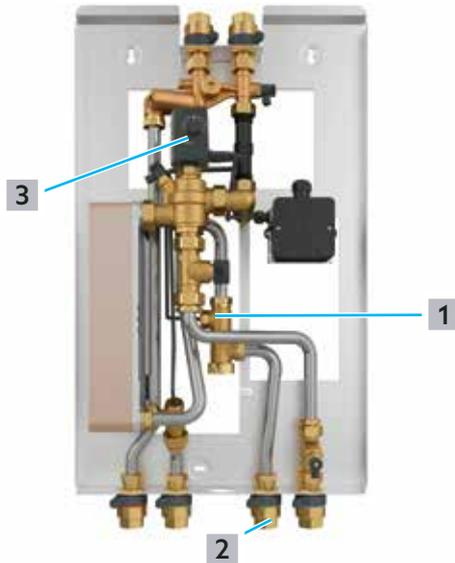

Abb. 22: Volumenstromsensor prüfen und reinigen
- 1 Schließen Sie das Keramikscheibenventil Kaltwasser-Zulauf ((2) in Abb. 22 auf Seite 27) im Trinkwasserkreis.